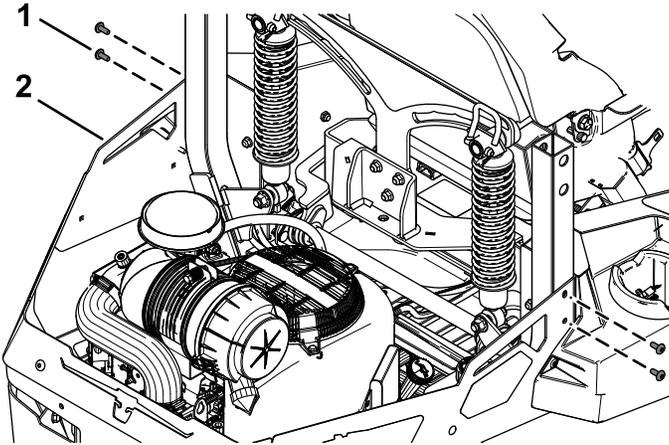

Рисунок 1
3. Отверните 4 болта с полукруглыми головками (5/16 x 3/4 дюйма) с задних ограждений (Рисунок 1).
- Заверните 4 ранее снятых болта с полукруглыми головками ( $\frac{5}{16}$  x  $\frac{3}{4}$  дюйма) в задние ограждения (Рисунок 1).